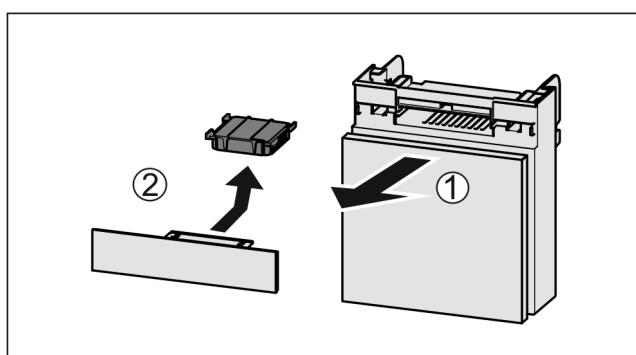

Fig. 151
- ▶ Extraire le compartiment par l'avant Fig. 151 (1).
- ▶ Sortir le filtre à charbon actif Fig. 151 (2).